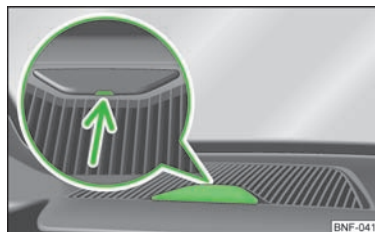

Fig. 74
- Insérez un tournevis plat dans la fente désignée par la flèche » fig. 74 et rabattez le cache avec précaution vers le haut.
- Refermez le logement du support dans le tableau de bord avec le cache » fig. 74.